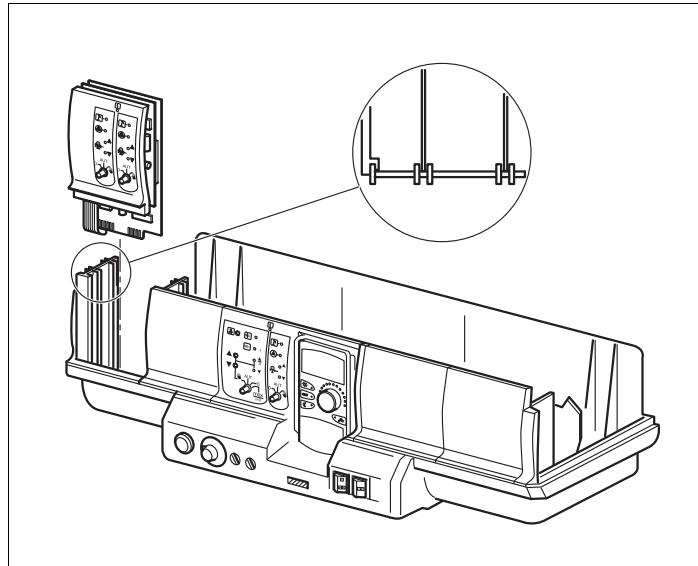

Рис. 21 Установка и демонтаж модуля
- ▶ Удалите заглушку из гнезда 1 (→ рис. 21) в системе управления.
- ▶ Вставьте новый модуль до ощутимого защелкивания сверху в свободное гнездо, нажимая на планку датчиков (→ рис. 21).
- ▶ Вставьте новый модуль до ощутимого защелкивания сверху в свободное гнездо, нажимая на планку датчиков (→ рис. 21, стр. 43).